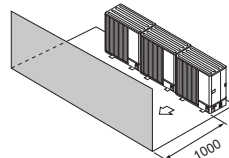

Fig. 2-15
③ Obstacole numai în față (Fig. 2-15)